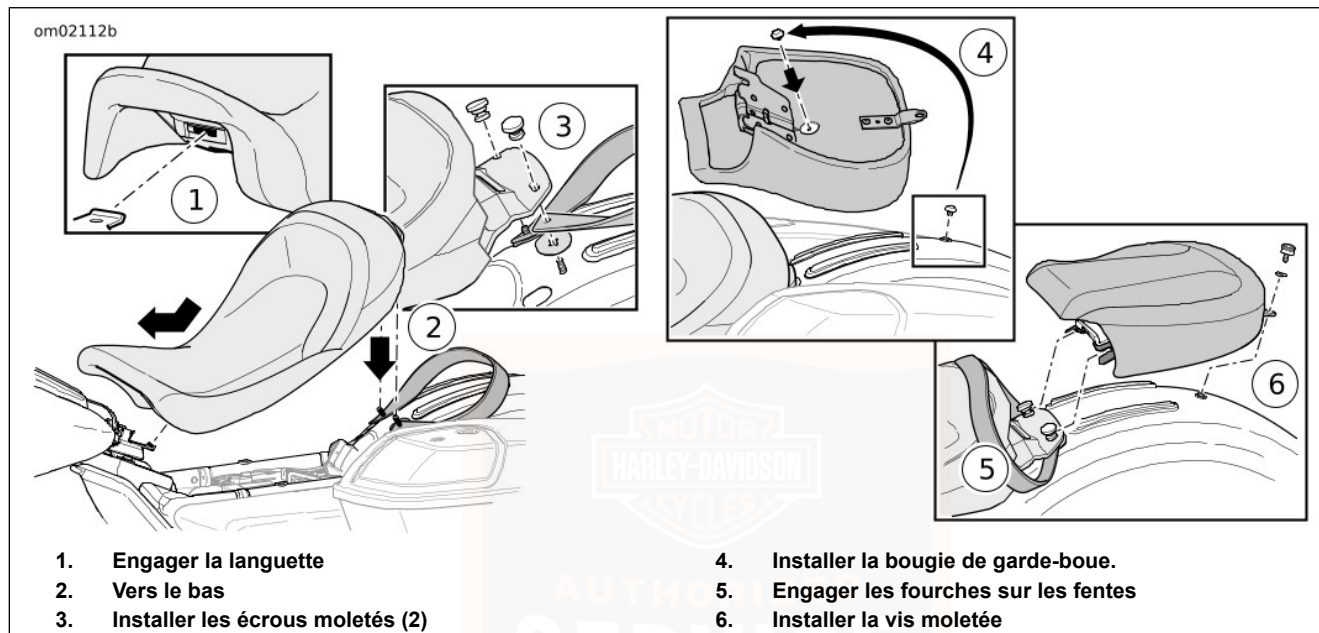

Figure 69. Installer la selle et le siège du passager.
2. Voir Figure 69. Installer la bougie du garde-boue chromé située sous le siège du passager à la place de la vis moletée sur le garde-boue arrière (4).
1. Voir Figure 69. Glisser la selle vers l'avant pour engager la languette sur le cadre dans la fente de la selle (1). Abaisser l'arrière de la selle sur les goujons de montage de la selle (2).
3. Installer les écrous moletés de montage de la selle (3). Bien serrer.